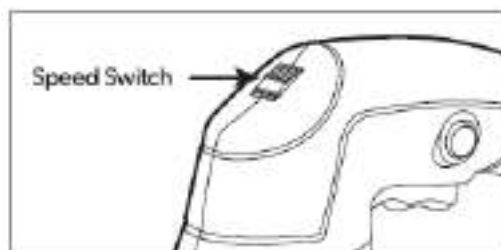

Figura 3
2. Pentru a regla viteza, rotiți comutatorul de viteză de la 1 (cea mai mică viteză) la 6 (cea mai mare viteză). Consultați Figura 3 de mai jos.